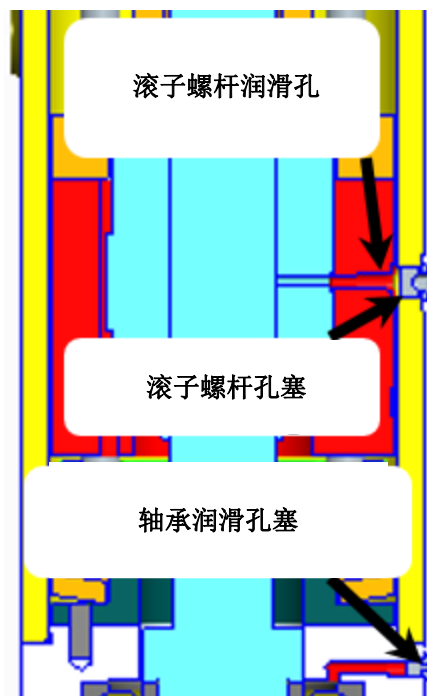

图 7-8. 滚子螺杆组件润滑
2. 必须将执行器控制到 100% 位置（完全缩回），以便滚子螺杆润滑孔塞按照图 7-8 与滚子螺杆润滑孔对齐。
3. 使用 1/4 英寸六角扳手卸下滚子螺杆孔塞（图 7-8）。
7. 将润滑脂注射器从滚子螺杆润滑孔拆下，安装滚子螺杆润滑孔塞，并以 7.9-9.0 牛米/70-80 磅.-英寸 的力矩拧紧孔塞（图 7-8）。